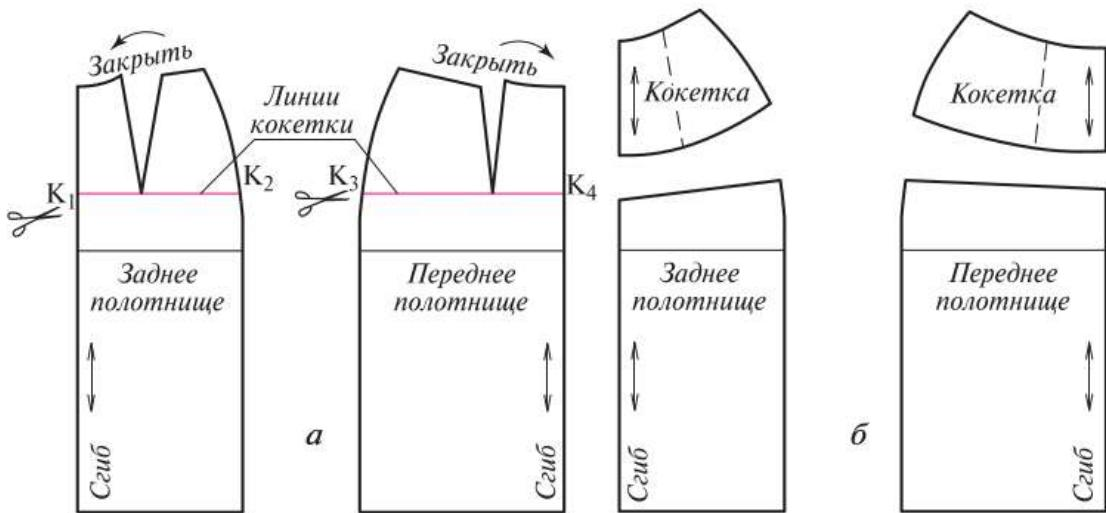

Рис. 6.47. Моделирование юбки на кокетке простой формы:
1. Через концы вытачек переднего и заднего полотнищ проведите линии кокетки *K₁K₂* и *K₃K₄*. Точки *K₂* и *K₃* должны находиться на равном расстоянии от линии бёдер (рис. 6.47).